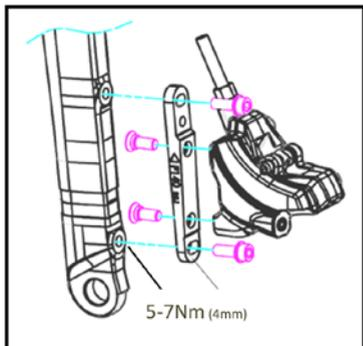

図 D-1 フォーク取り付け穴にフロントキャリパーの位置を合わせます。
- ・ アダプタとフロントキャリパーを一緒に組み立てます。締め付けトルクは、5 ~ 7 Nm (4mm) です (図 D-1)。